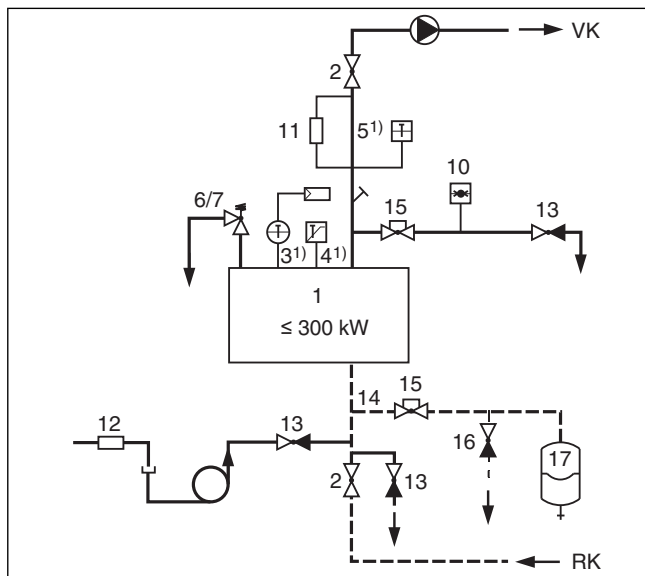

Рис. 36 Приборы безопасности по EN 12828 для котла = 300 кВт с STB ≤ 110 °С (прямой нагрев)
- 1) (рис. 36 и 37) базовая комплектация системы управления котла: максимально достигаемая температура подающей линии в сочетании с системами управления Logamatic примерно на 18 К ниже температуры отключения (STB).
Пояснения к рис. 36 и 37: